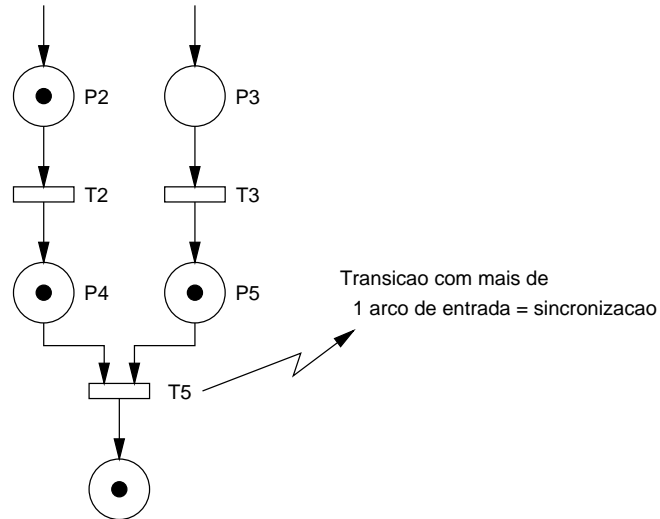

Figura 4: Rede de Petri associada a uma operação de junção ou fusão.
4. Caminhos alternativos: por exemplo, o quadro de uma bicicleta que pode ser cromado ou pintado, para ser posteriormente passado às outras partes da linha de produção. Na figura 4, duas seqüências de operações podem ser escolhidas: $P_1 - P_2$ ou $P_3 - P_4$. Depois da execução de uma das seqüências, P_6 é executada. Vale observar que não existe mecanismo na rede para resolver o não-determinismo entre as transições t_2 e t_3 .